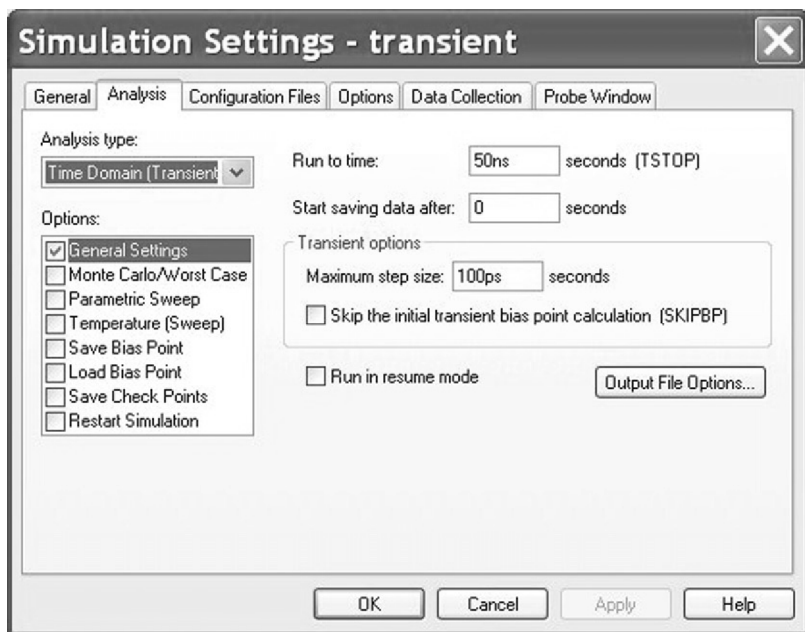

图 17.7 瞬态仿真设置
3. 如图 17.7 所示, 建立瞬态仿真设置文件, 运行时间为 50ns, 最大步长为 100ps。